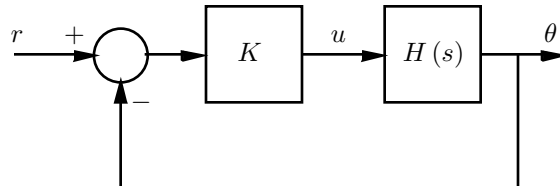

Figura 2: Sistema realimentado.
2. Tomando ahora como única salida θ , se implementa un controlador proporcional como el de la figura 2 donde H es la función de transferencia entre u y θ .